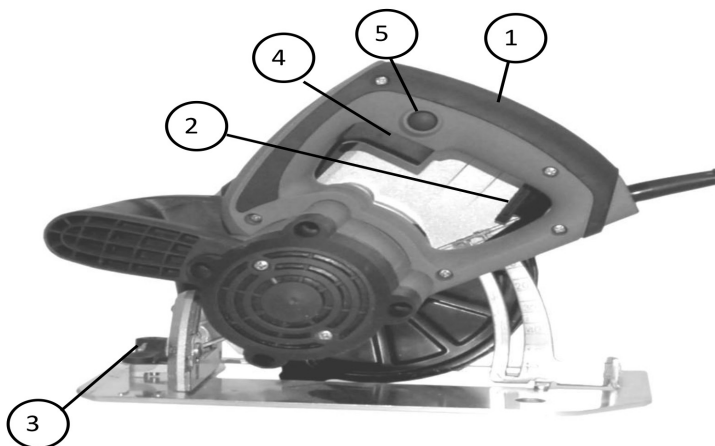
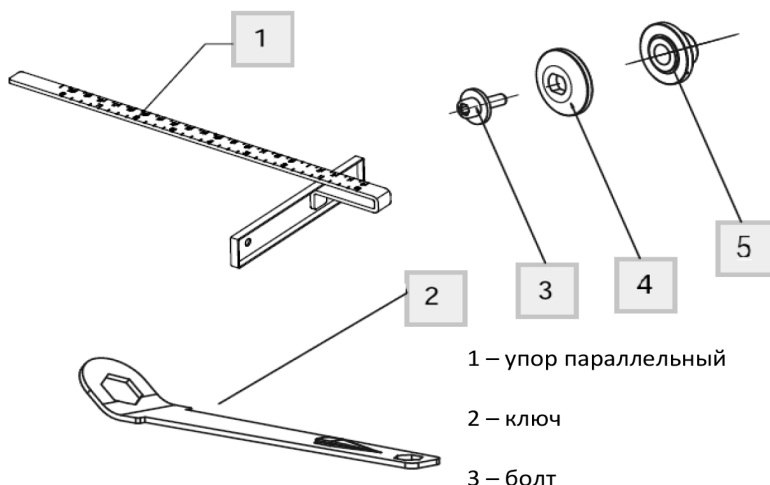

Рис. 2
Рис. 3
3. С помощью ключа (поз. 2, рис. 3) открутить болт (поз. 3, рис. 3)
5. Снять шайбу прижимную (поз. 4, рис. 3) и пильный диск
Для регулировки глубины распила ослабьте ручку регулировки глубины распила (поз. 2, рис. 2). Передвижением опорной платформы вверх или вниз отрегулируйте необходимую глубину распила. Глубина распила может быть отрегулирована в диапазоне от 0 до 85 мм при положении диска 90°. После регулировки глубины распила зафиксируйте ручку регулировки глубины распила.
Для регулировки параллельной направляющей (поз. 1, рис. 3) ослабьте ручку регулировки ширины распила (поз. 3, рис. 2) и отрегулируйте ширину распила, передвигая направляющую вправо или влево.
2. Сначала включите циркулярную пилу, нажав и удерживая кнопку защитной блокировки кнопки пуска (поз. 5, рис. 2). Затем нажмите кнопку пуска (поз. 4, рис. 2), и дайте пиле набрать максимальные обороты. После чего начинайте обработку пиломатериала.